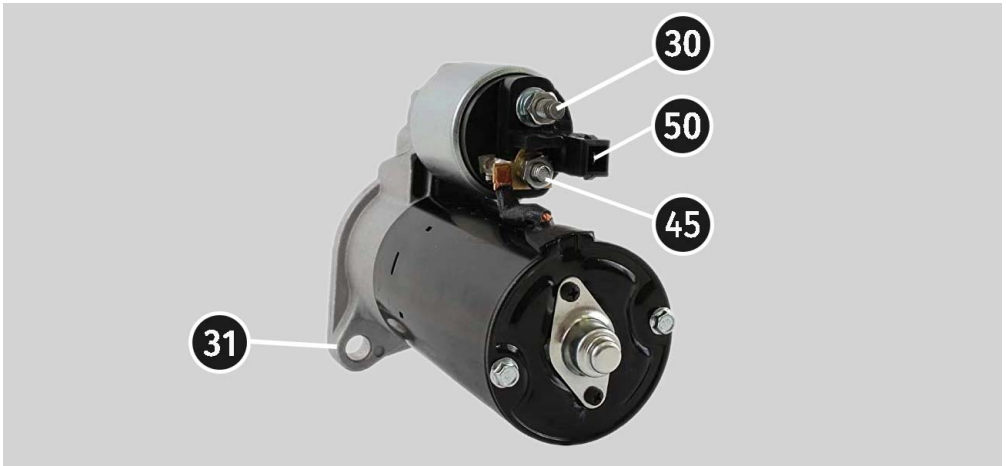

Рисунок 15. Розташування клем на стартері
3. Роз'єм стенда "50" під'єднайте до керуючого виводу соленоїда стартера клемою 50, див. рис. 15.
4. Роз'єми стенда К30 і К45 під'єднайте до відповідних клем стартера, див. рис. 15.